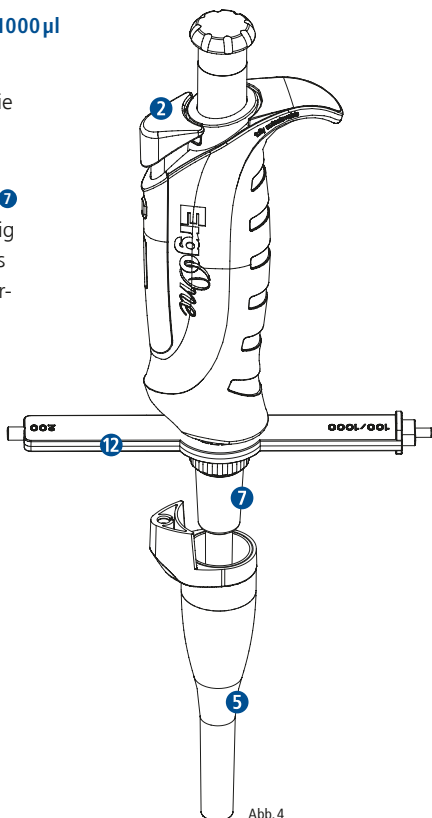

Abb. 4
- Drücken Sie den Abwurfknopf 2 vollständig durch und ziehen Sie die Spitzenabwurfhülse 5 nach unten ab (Abb. 4).